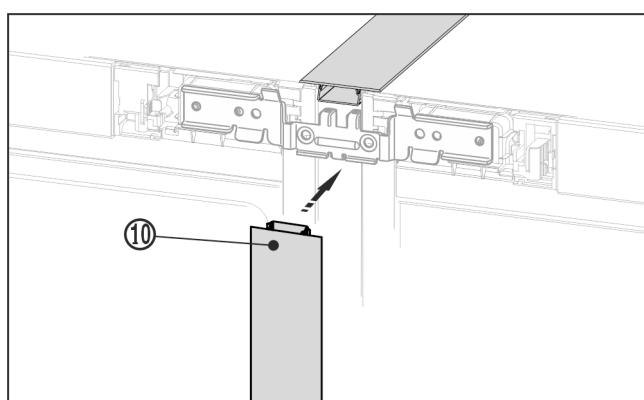

Fig. 22
- ▶ От предната страна притиснете дългата покривна лайстна Fig. 22 (10) във вертикалния процеп. Обърнете внимание на това, лайстната да легне върху свързвашата ламарина.